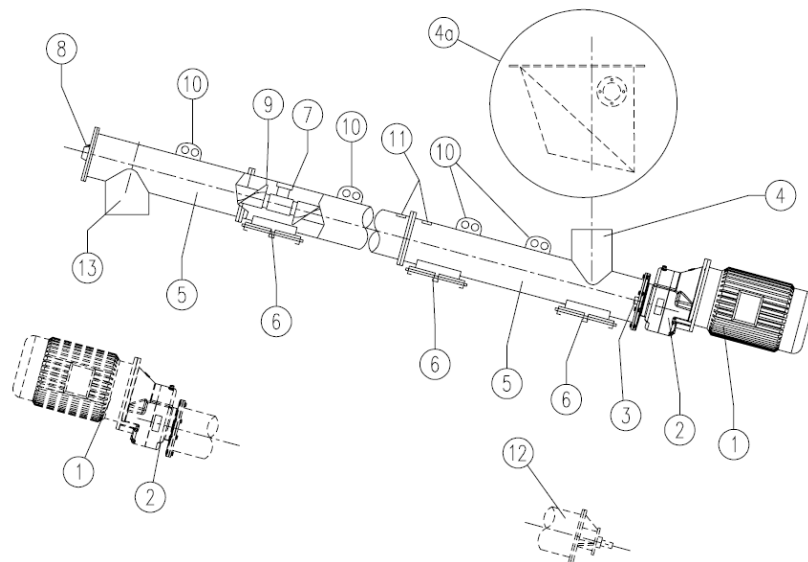

Рисунок 1 – Устройство шнекового транспортера
Строповку производить за обозначенные знаком специальные петли (10) рисунок 1.